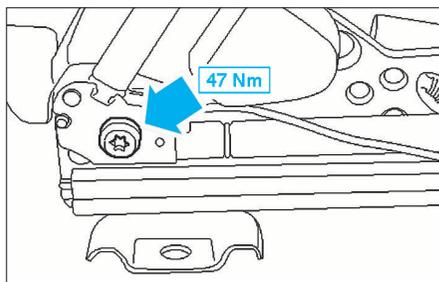

FIG. 15
- Déposer la boucle de ceinture de sécurité et le prétensionneur (Fig.15).